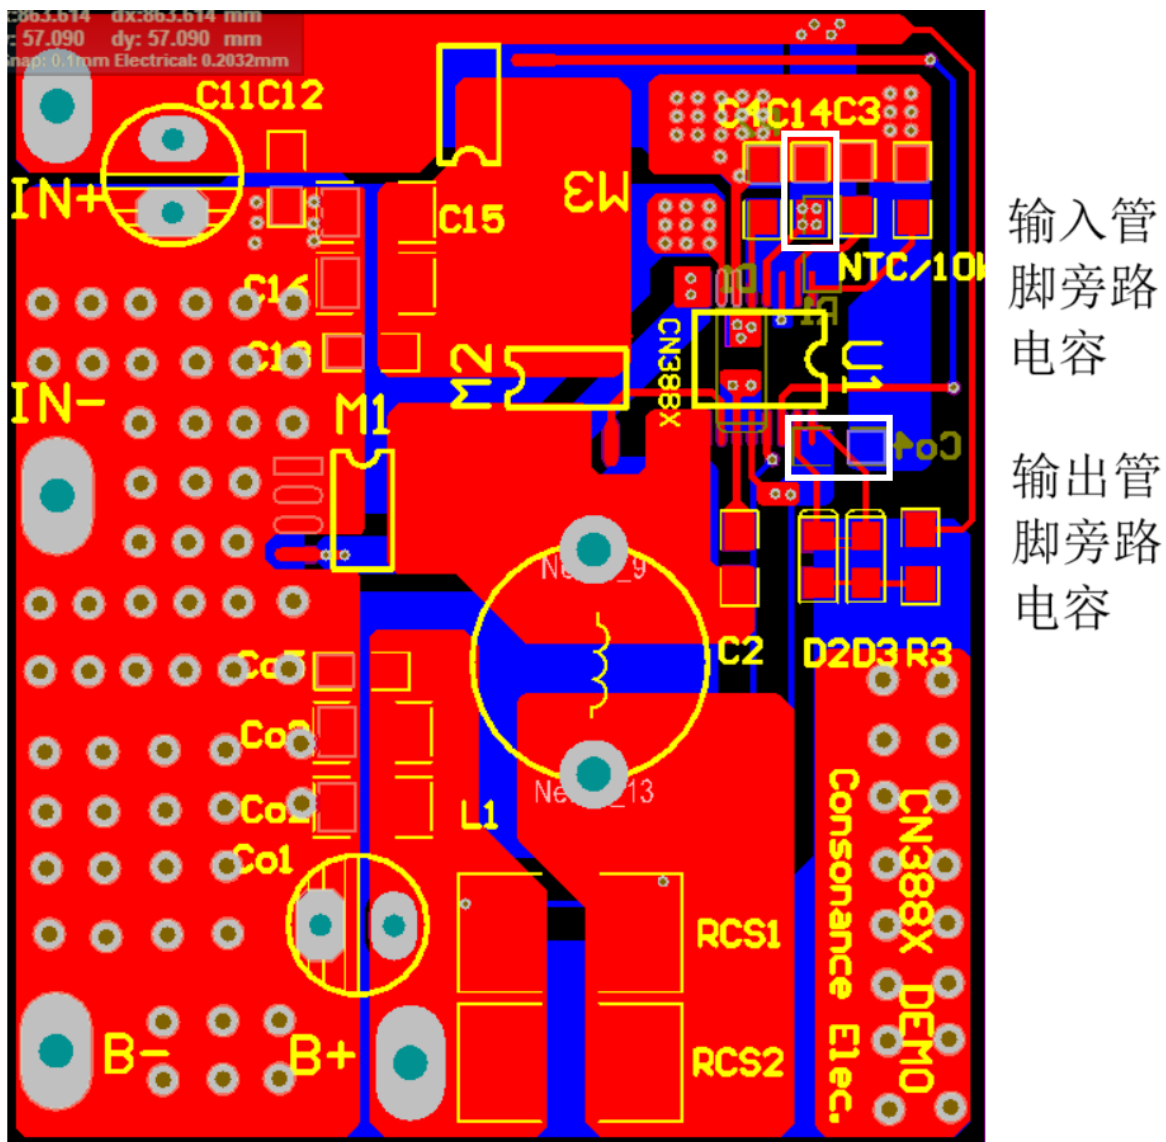

图4 芯片VIN脚C14电容和BAT脚Co4电容
- 芯片输入电源脚VIN脚，输出电池连接脚bat脚，靠近芯片要单独加一个旁路电容C14和Co4。如图4所示。